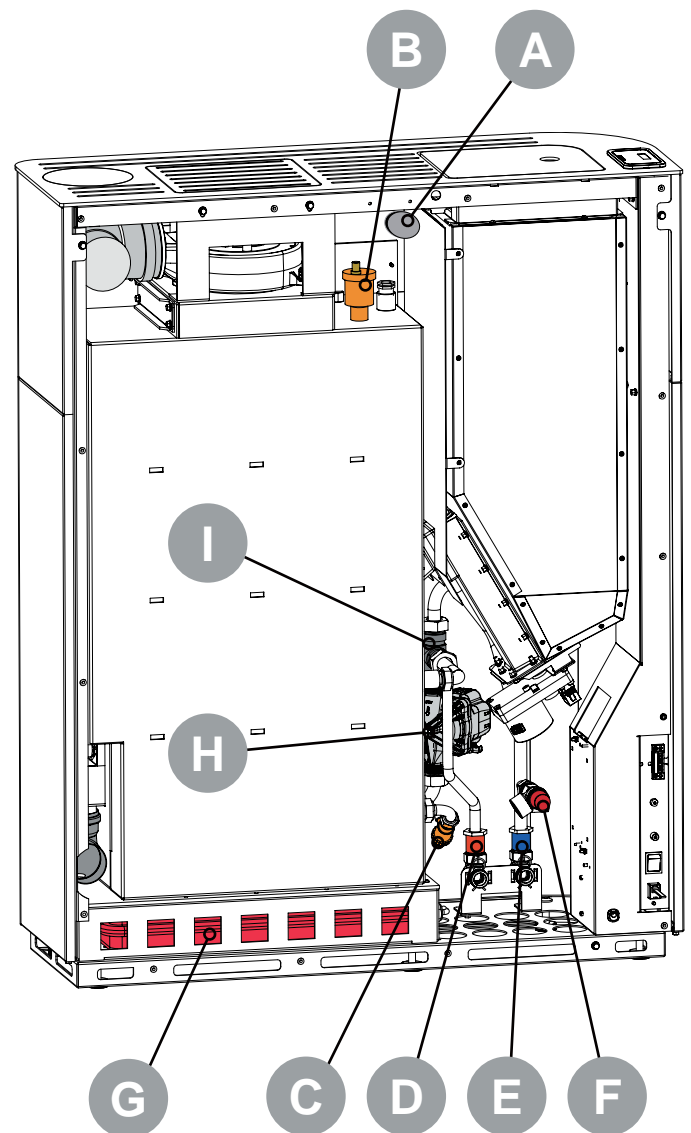

fig. 5.15
5.8.1 Beschreibung des Wasserkreislaufs (Abb. 5.15)
5.8.2 Wasseranschlüsse (Abb. 5.15)
- Ein Überlaufablassleitung mit entsprechendem Durchmesser bereitstellen, an die der Ablass des Sicherheitsventils (F) angeschlossen wird.
Nachdem die Wasseranschlüsse vorgenommen wurden, muss der Kessel (Hahn C) gefüllt und entsprechenden entlüftet (B) werden, wobei der Druck (1-1,2 bar kalt) auf dem Manometer (Abb. 5.15 - A -) überwacht wird.